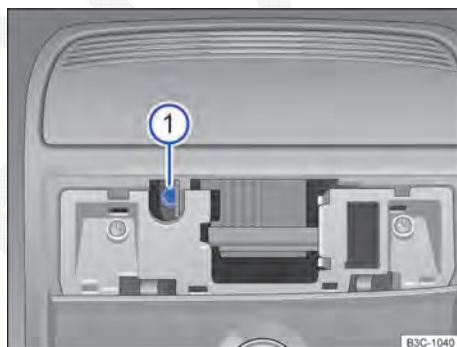

Fig. 230 Parafuso sextavado para fechar o teto de vidro.
- Encaixar uma chave sextavada comum¹⁾ de tamanho de 4 mm no parafuso sextavado ⇒ Fig. 230 .